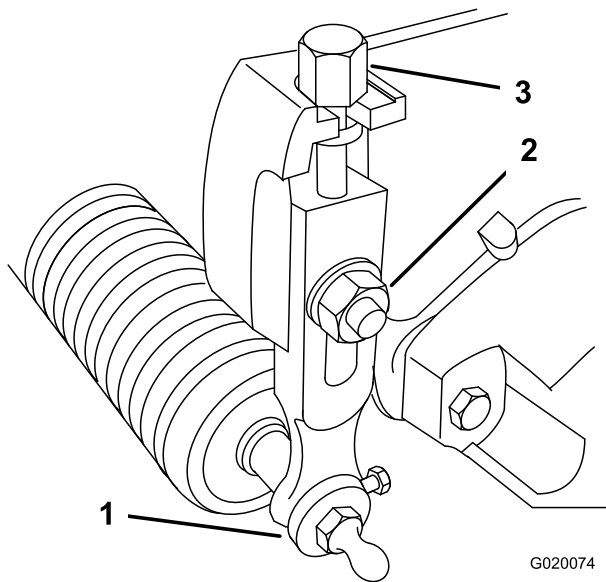

Bild 18
1. Lösen Sie die Sicherungsmuttern, mit denen die Schnitthöhenarme an den Seitenplatten der Schneideinheit befestigt sind (Bild 18).